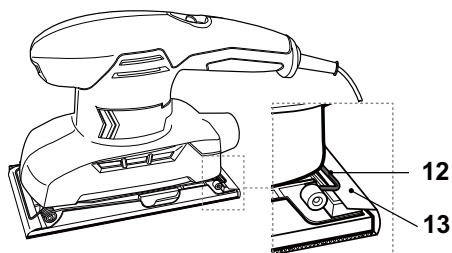

Fig. 7
- > Estire a folha de lixa (13) e fixe o outro extremo com a segunda barra de fixação (12) (Fig. 7).